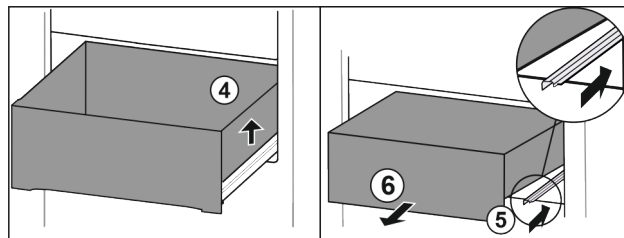

Fig. 18
- ▶ Nadzvedněte zásuvku vpravo. Fig. 18 (4)
- ▶ Zasuňte pravou kolejničku. Fig. 18 (5)
- ▶ Vyměňte zásuvku dopředu. Fig. 18 (6)